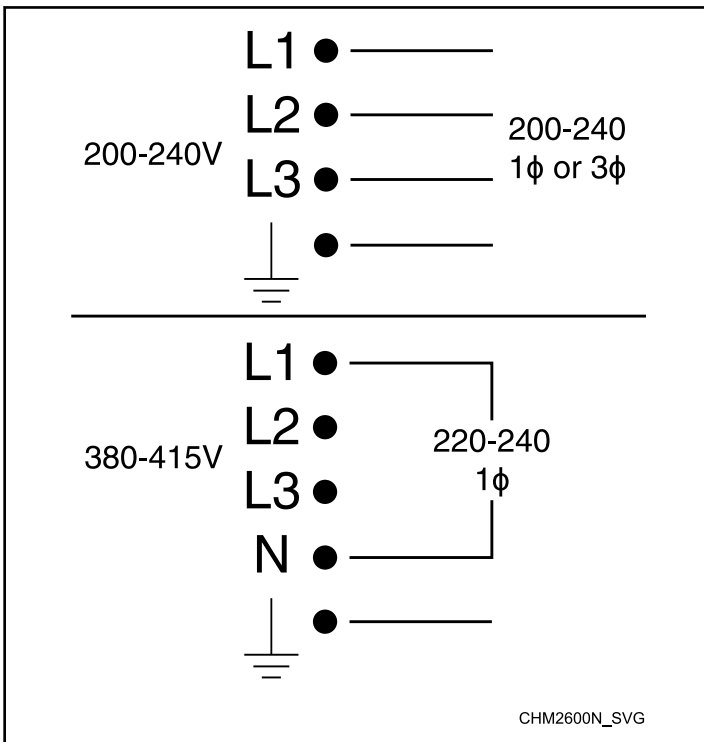

Abbildung 35
**WICHTIG: Für verschiedene Spannungen - Um 200-240V aus einer 200-240V-Quelle zu erhalten, schließen Sie L1 und L2 an. Um 220-240V aus einer 380-415V-Quelle zu erhalten, schließen Sie L1 und N ab. Siehe *Abbildung 35*.**